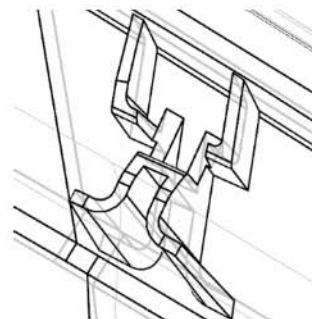

图 1-21 仪表板上本体前端背面卡脚示意
(1) 上本体水平放置移动至管梁总成上方;
(2) 注意仪表板上本体前端背面的 5 个卡脚 (图 1-21) 应卡入前围板金;
(3) 然后向下旋转上本体, 注意上本体两端面卡脚图 1-21 卡入下本体, 带卡扣卡脚的卡入下本体, 螺钉孔处限位柱卡入下本体, 然后拍紧卡扣;